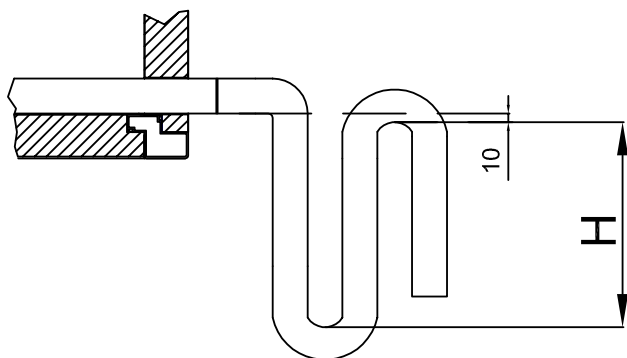
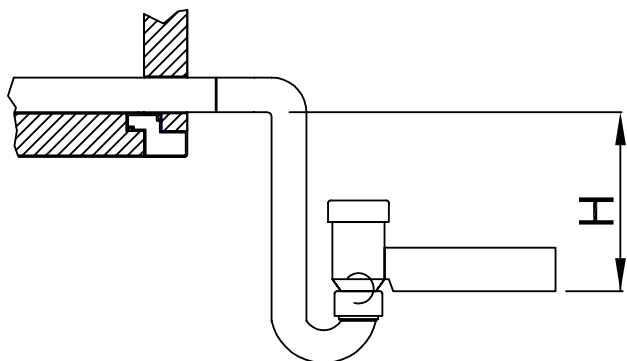

Bild 33
Bild 34
- Nedan visas installationen av ett vattenlås för övertryck (bild 33) och för undertryck (bild 34).